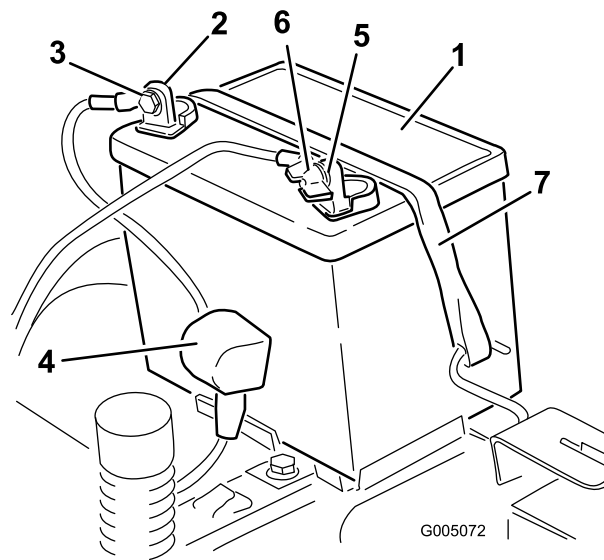

Figure 39
4. Débranchez le câble négatif (noir) de mise à la masse de la borne de la batterie (Figure 39). Mettez les fixations de côté.
de la borne de la batterie (Figure 39). Mettez les fixations de côté.
6. Enlevez la sangle de maintien de la batterie (Figure 39) et ôtez la batterie de son support.
1. Placez la batterie dans son support en tournant les bornes vers la position de fonctionnement (Figure 39).
5. Fixez la batterie en place à l'aide de la sangle de maintien (Figure 39).